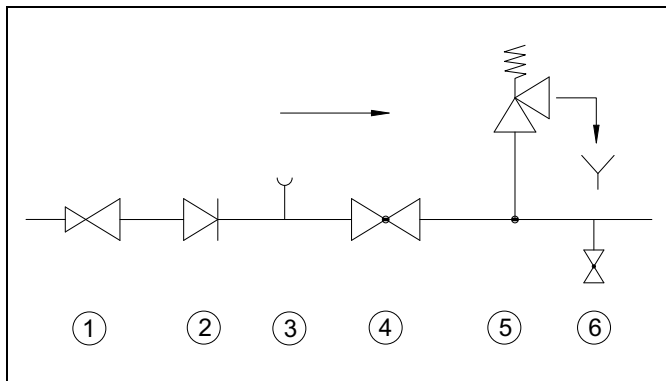

Abb. 8-4 Tinkwasserseitiger Anschluss
- die bauteilgeprüften Sicherheitseinrichtungen nach DIN 1988 und DIN 4753 in die Kaltwasserleitung einbauen (siehe Abb. 8-4)